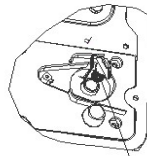

Figur 1
2. Vipp hele enheten ca. 30°. Skyv den forover slik at bunnproppen er ca. 60 mm utenfor benken. Åpne bunnproppen og la overskytende vann renne ut (se figur 1).